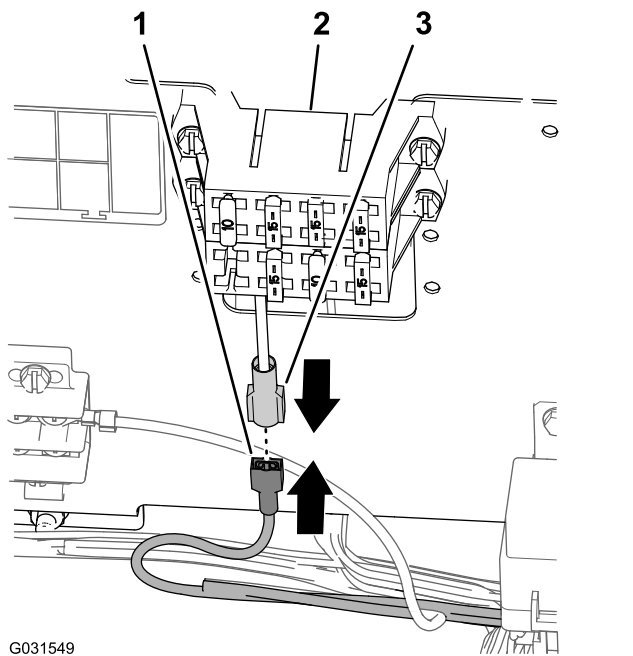

Рисунок 203
1. На машинах, имеющих на блоке предохранителей разъем с плоскими контактами, подсоедините разъем с плоскими контактами жгута проводов доводочного комплекта к гнездовому разъему блока предохранителей машины (Рисунок 203).